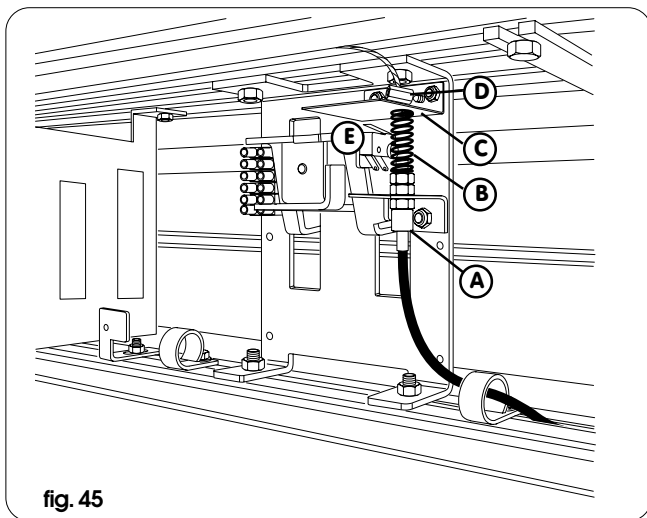

fig. 45
en snijd de huls (niet het staaldraad) af op een lengte die voldoende is om de grendel (fig. 45) zonder al te strakke bochten te bereiken.
- Steek het staaldraad in het stelmechanisme van de grendel die op het minimum is afgesteld (ref. A fig. 45) en laat het, via de veer (ref. B fig. 45) uit de opening op het hoekstuk (ref. C fig. 45) komen.
- Span het staaldraad goed en breng de klem (ref. D fig. 45) aan, ervoor zorgend dat het hoekstuk, in ruststand, niet de microscharnelaar (ref. E fig. 45) activeert.
- Controleer of het hoekstuk de grendel deblokkeert en tegen het hefboompje van de microscharnelaar duwt zodat deze geactiveerd wordt als aan de ontgrendelknop getrokken wordt; gebruik eventueel het regelmechanisme (ref. A fig. 45).